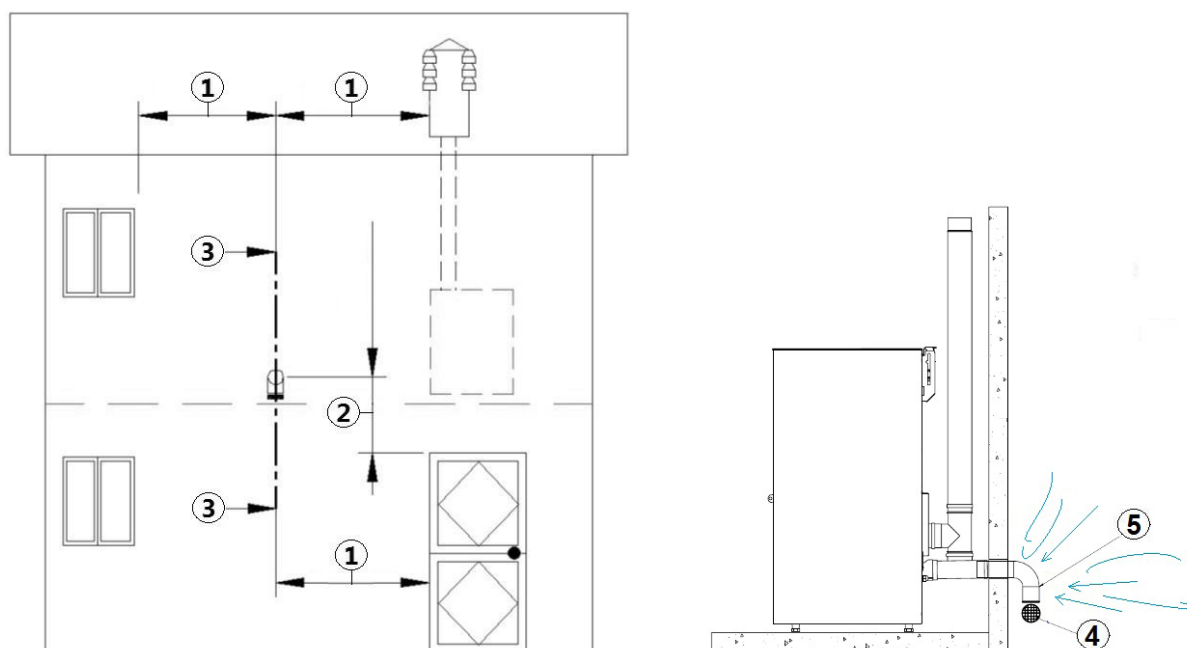

Fig. 7 - Luchtinlaat voor installatie met hermetisch gesloten kamer
- beschermen tegen de effecten van de wind: richt de opening van de bocht omlaag, zie **Fig. 7 op pag. 11**.
LEGENDA Fig. 7 op pag. 11